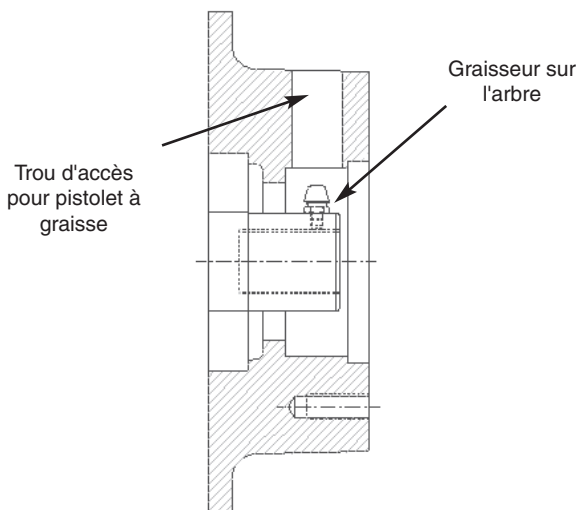

Figure 3 -- Support de roulement côté entraînement
2. Tourner l'ensemble rotor de façon à aligner le graisseur avec le trou d'accès en haut du support de roulement côté entraînement comme illustré sur la Figure 3.
3. À l'aide d'un pistolet à graisse à main avec raccord rigide, introduire une petite quantité de graisse dans le raccord. **NE PAS GRAISSER EXCESSIVEMENT.** Limiter la quantité de graisse à une (1) pression sur la gâchette du pistolet.